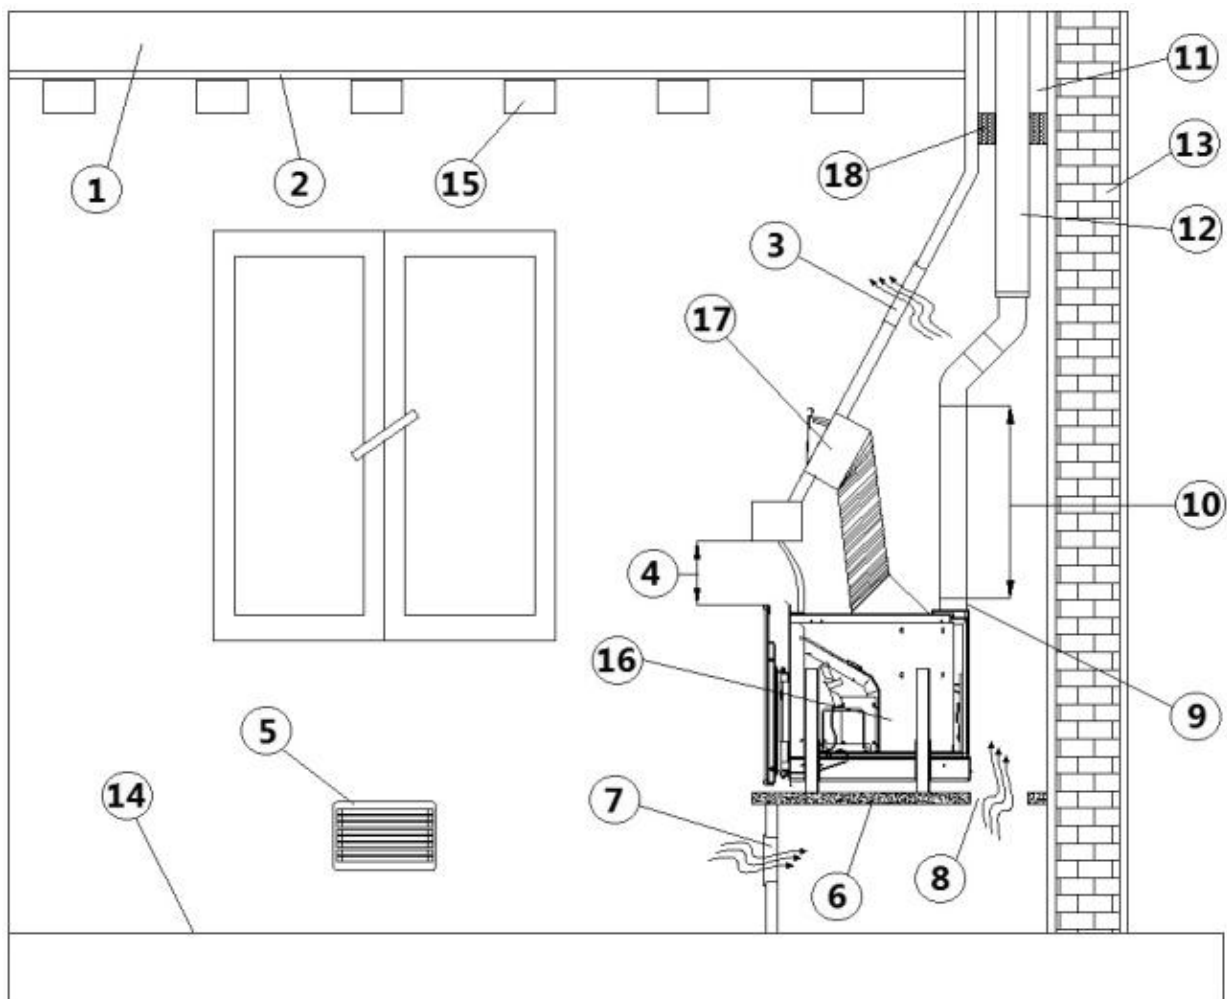

Fig. 33 - Instalación en chimenea existente
*Controle que la salida del aire caliente superior no esté estrangulada, véase **Fig. 33**.*
LEYENDA Fig. 33